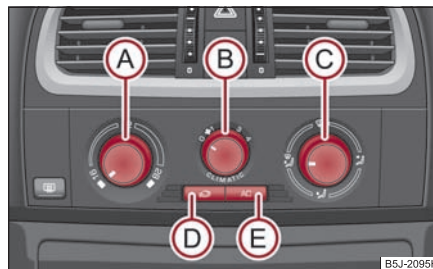

Fig. 116 Climatic: Eléments de commande
⇒ fig. 116 , les conditions ci-après devant en outre être remplies:
- Faites tourner le régulateur rotatif **(A)** ⇒ page 94, fig. 116 vers la droite pour augmenter la température.